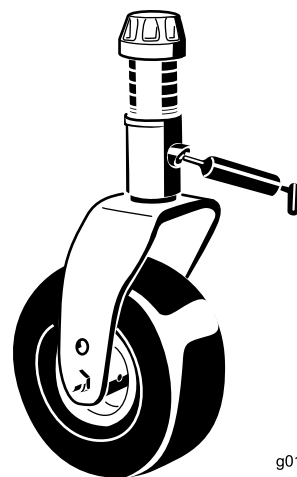

Figura 80
- 2 boccole dell'albero della forcella della ruota orientabile (Figura 80)